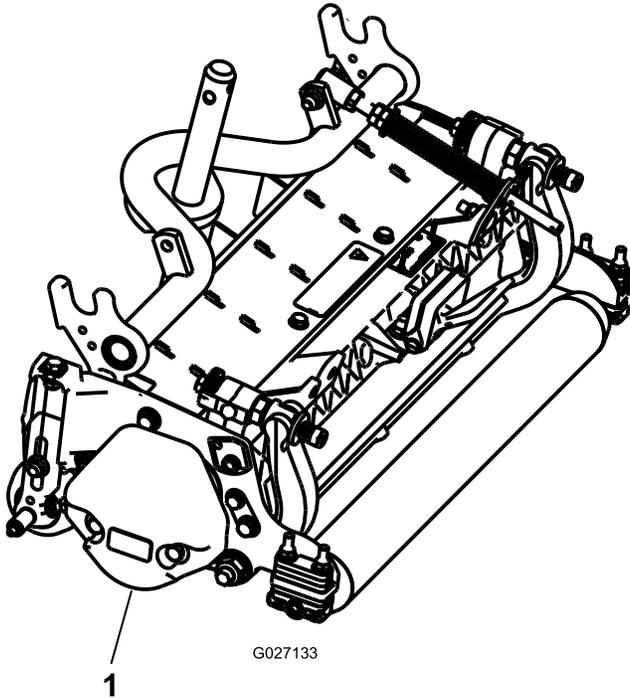

Bild 4
3. Stellen Sie sicher, dass das Gegengewicht (**Bild 4**) am richtigen Ende der Schneideinheit montiert ist, siehe die *Bedienungsanleitung* des Gegengewichts.